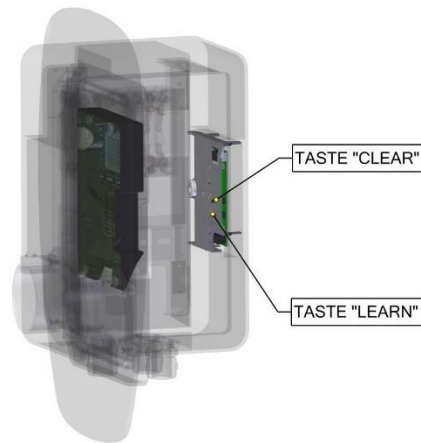

Abbildung 4 Bedienfeld des RFID-Moduls
2. Halten Sie die Taste **Learn** am RFID-Modul gedrückt und legen Sie die anzulernende Karte an der rechten Außenseite der Wallbox an. (siehe Abbildung 4)
2. Starten Sie den Löschvorgang, indem Sie die Tasten **Clear** und **Learn** am RFID-Modul gedrückt halten, bis die LED Anzeige pink blinkt. Der Speicher wurde erfolgreich gelöscht. Dieser Vorgang kann bis zu einer Minute dauern. (siehe Abbildung 4)